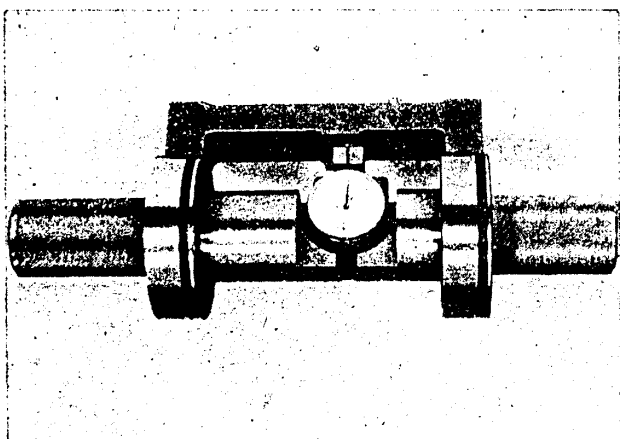

Bild H 24. Einstellvorrichtung justieren
6. Ritzelstellgerät LP-439 mit Einstellnormal auf das Maß 54,80 justieren (Bild H 24).